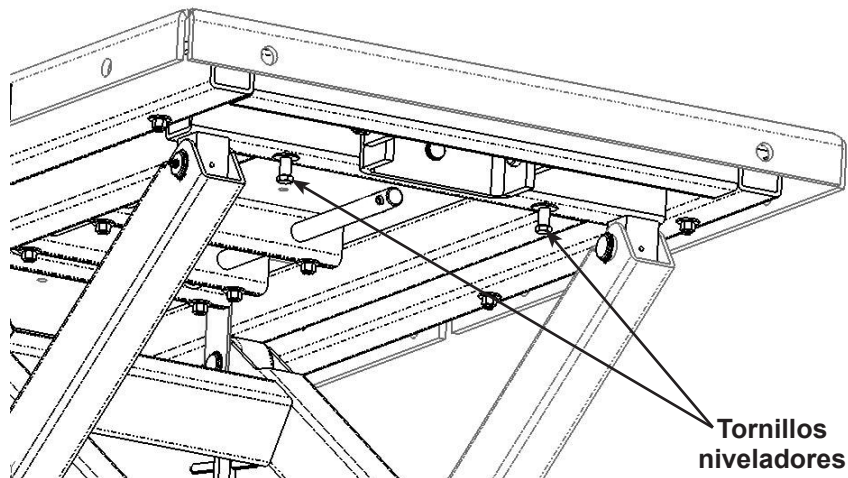

Figura 2
1. Introduzca los tornillos niveladores en los conectores (aproximadamente 5 vueltas). Los tornillos niveladores no deben sobresalir por encima del tubo de acero ni tocar la parte inferior de la plataforma cuando no está en uso. Consulte la Figura 2 de la sección "Función estabilizadora".
En caso de que el elevador se utilice como una superficie de trabajo fija para prestar servicio de mantenimiento a los componentes, se han agregado dos tornillos niveladores (ver Figura 2) para aportar estabilidad a la plataforma.